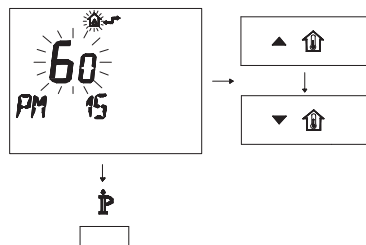

Figura 5.28
- Modificare il SET programmato agendo sui pulsanti ▲⏏ o ▼⏏ fino a visualizzare un **set di 60**, aspettare che il numero programmato cominci a lampeggiare (Figura 5.28).